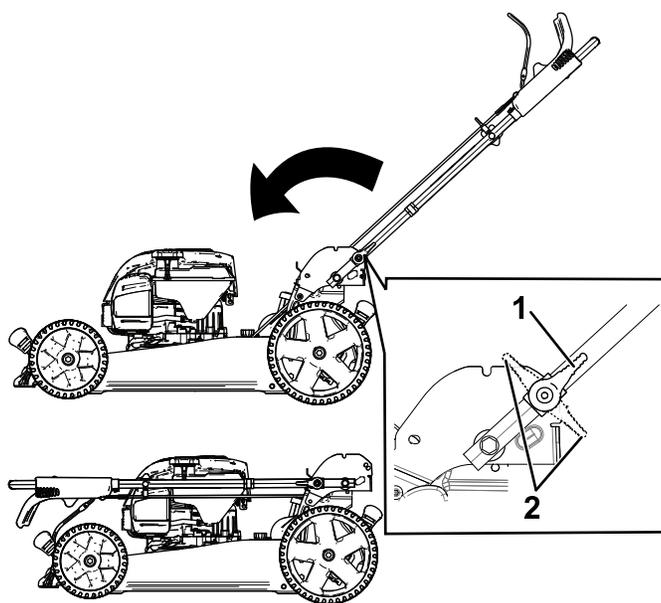

図 21
3. ハンドルロックを解除する図 21。
4. ハンドルを前方に一杯に折りたたむ図 21。